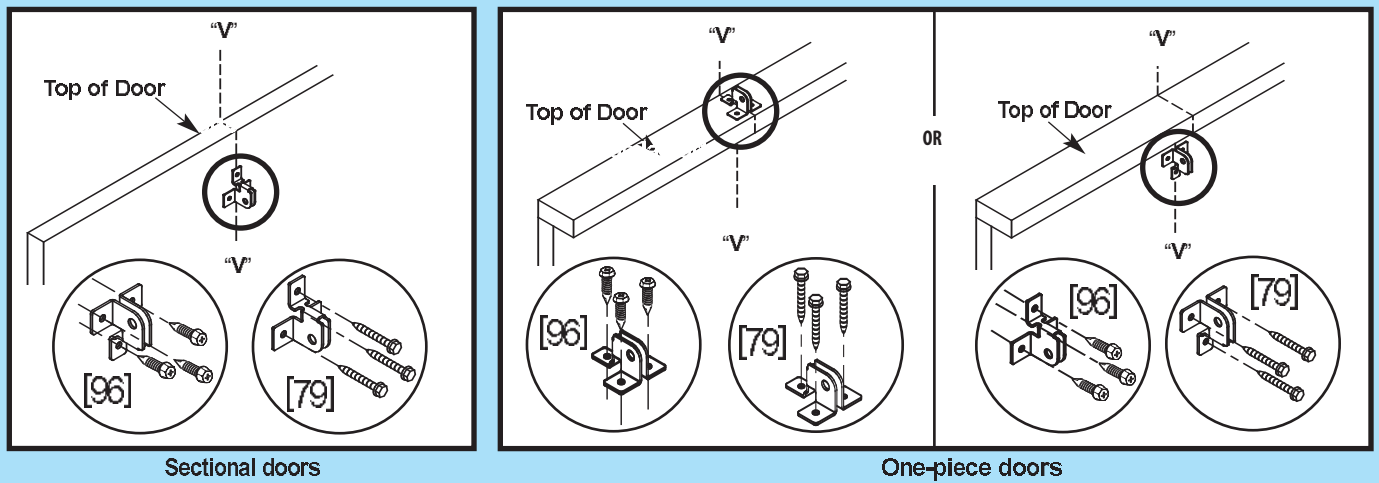

Fig. 2-6
8. Install door bracket (Fig. 2-6).